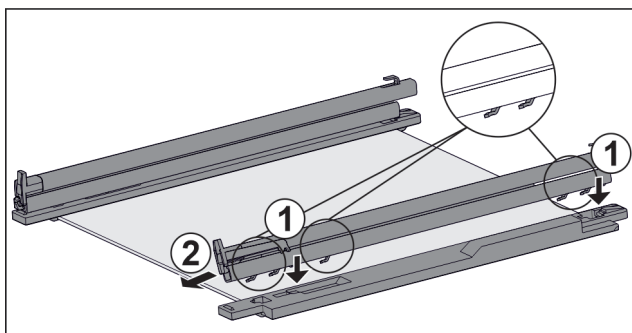

Fig. 38 Skleněná deska s kolejničkami a přidržnými díly
- ▶ Nasadte háčky kolejničky na otvory **levého** přidržného dílu. Fig. 38 (1)
- ▶ Vytáhněte kolejničku dopředu. Fig. 38 (2)
- ▶ Nasadte háčky kolejničky na otvory **pravého** přidržného dílu. Fig. 38 (1)